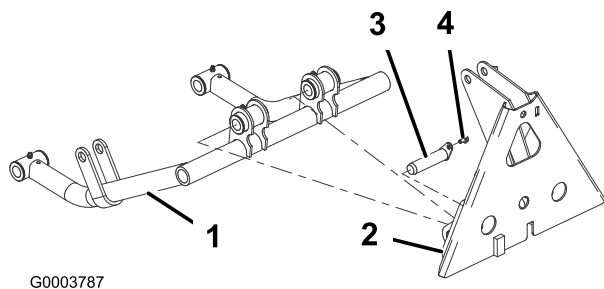

Figura 7
2. Fixe o tubo do braço à placa adaptadora com 2 conjuntos de pinos. Fixe os conjuntos de pinos à placa adaptadora com 2 parafusos auto-roscentes. Posicione os componentes como se indica em Figura 7.